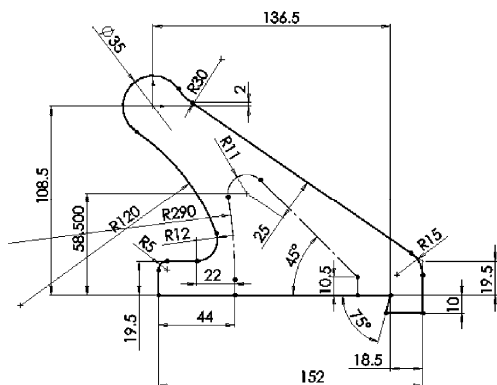

图 2-147 为“尾座体”添加尺寸线效果
STEP 4 单击“草图”工具栏中的“智能尺寸”按钮，按照图 2-147 所示为图线标注尺寸（标注线的尺寸时，选择两点或两个边界线，拖动并单击即可；标注角度尺寸时，选择两侧的线，再拖动，并单击即可；标注圆弧的“半径”尺寸时，选择圆弧，再拖动，并在适当位置单击即可）。